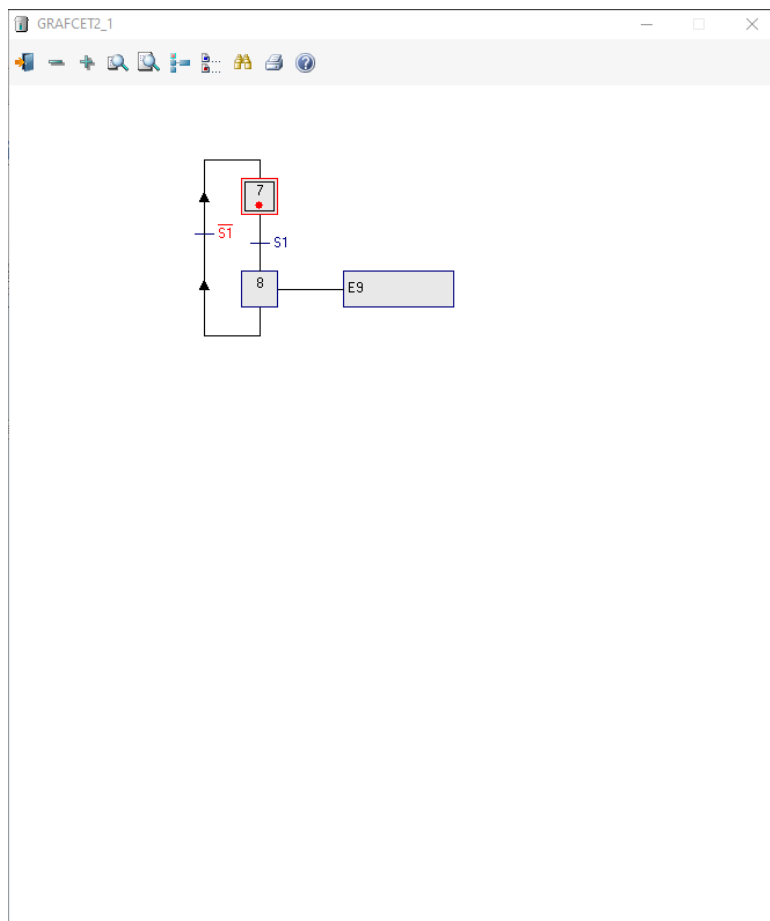

ABBILDUNG 7: AKTIVIERTER GRAFCET-PLAN IN DER GRAFCET-ANSICHT
Der Plan aus Abbildung 7 steht im rot markierten Initialisierungsschritt (7) und wartet bei der folgenden Transitionsbedingung darauf, dass das Signal *S1* auf 1 (High) geht.